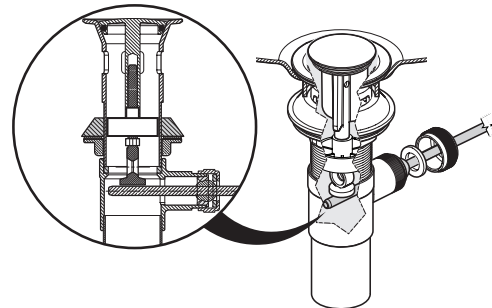

Fig. 12.2
- Ajuster la hauteur du **boulon incrochetable** et insérer le **bouchon** dans le drain. Le **boulon incrochetable** repose sur la **tige horizontale** (fig. 12.2).
- Adjust the stopper **burglarproof bolt** height and put the **stopper** back in the drain. The **burglarproof bolt** sits on the **horizontal rod** and is removable (fig. 12.2).